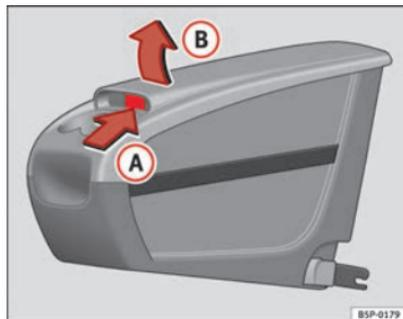

Fig. 114 Cassetto portaoggetti estraibile. Apertura
- Sollevare il coperchio (B) utilizzando il pulsante (A) ⇒ fig. 114.